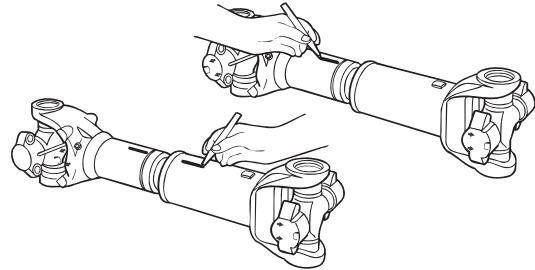

Figura 4.13
3. Marque el yugo y el eje deslizante para asegurarse de que les vuelva a montar en sus posiciones originales. Figura 4.13.